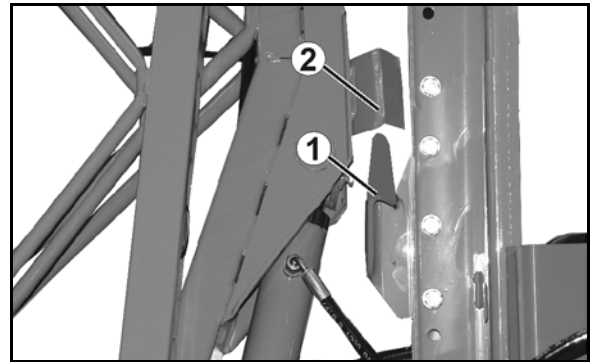

Рис. 79
- захватные крюки (Рис. 79/1) отпустили место для штанг (Рис. 79/2) freigeben.
- захватные крюки (Рис. 79/1) захватили в место для штанг (Рис. 79/2) aufnehmen.